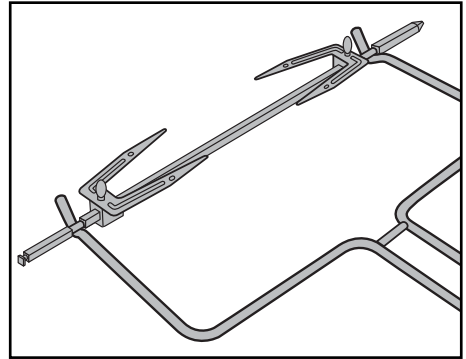

Fig. 3: Prinderea cleștelui **12** la rotisor **16**.
- Pentru a scoate rotisorul fierbinte **16** introduceți cârligele de la capătul cleștelui **12** în decupașele de la rotisor **16** (fig. 3):